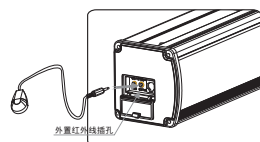

图44
2. 如果您因为隐蔽放置需要, 而使内置红外线接收窗口被遮挡时, 请取出红外接收头, 将接收头的水晶头插入银幕外壳左端盖相对应的孔位, 将接收头安装在可接收到红外线信号的位置即可 (如图44)。